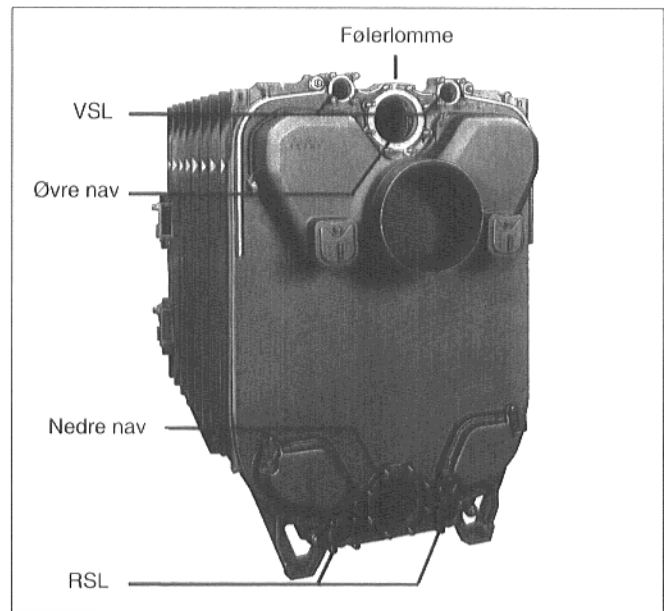

Fig. 19
- Følerlommen 3/4" (150 mm lang) monteres oppe i midten på bakelementet (fig. 19)